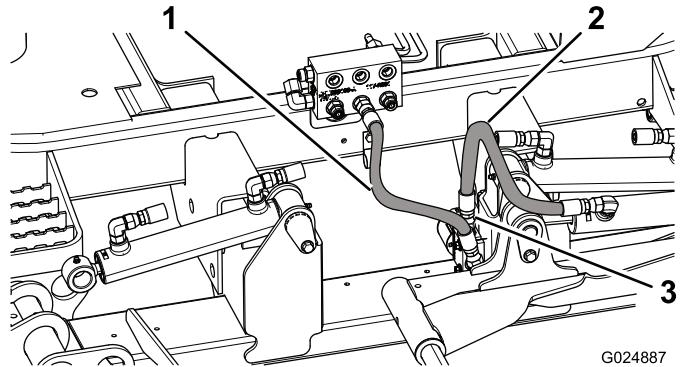

Bild 4
8. Verlegen und befestigen Sie das vom Anschlussverteileranschlussstück abgeschlossene Ende des Schlauchs am oberen (geraden) Anschlussstück des Mähwerksperrerverteilers (**Bild 4**).
9. Verlegen und befestigen Sie den neuen Schlauch am Anschlussverteiler und am 90-Grad-Anschlussstück des Mähwerksperrerverteilers (**Bild 4**).